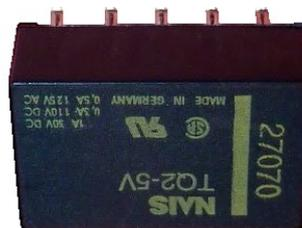

Figure IV.10
**Attention** au respect du sens de montage : le trait vertical doit être placé sur la droite (figure IV.10).